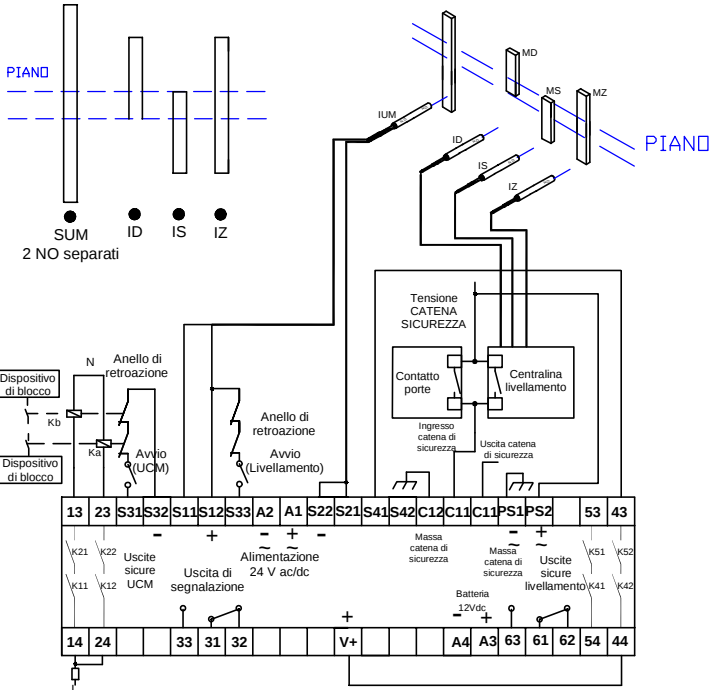

FIG. 1 Modalità con livellamento indipendente
Modalità con livellamento indipendente (Fig.1): in alcune applicazioni è necessario svincolare il livellamento dal detector che rileva il movimento incontrollato per evitare che l'uscita dalla zona di livellamento comporti l'intervento del detector e di conseguenza il fuori servizio dell'ascensore. L'impianto in questo caso, oltre al modulo NCUM20, dovrà essere fornito di una centralina di livellamento (es. NC80, NC96 lift) la cui uscita messa in parallelo con il contatto di sicurezza porte costituisce l'ingresso optoisolato C11. L'ingresso di presenza rete PS2, cablato prima del contatto porte, permette il riavvio della centralina e quindi la chiusura dei contatti di sicurezza (13-14/ 23-24), in caso si verifichi una apertura delle sicurezze a monte delle porte. Il magnete di attivazione del sensore a doppio contatto, portato agli ingressi S11-S12, S21-S22, dovrà essere posizionato in modo che l'attivazione dello stesso sia prolungato rispetto ai sensori della centralina di livellamento
- 4) Sconnettere l'ingresso C11 e chiudere la catana di sicurezza come indicato in fig.1 (allegatoA)